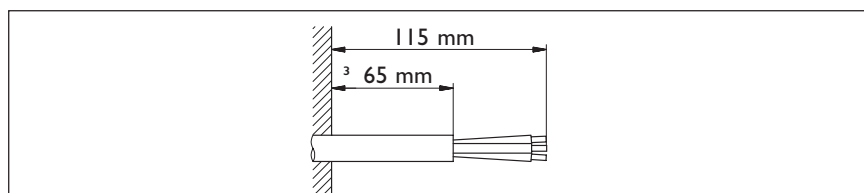

Рис. 15
- При скрытой проводке кабель электроподключения должен выступать из стены минимум на 65 мм (рис. 15)